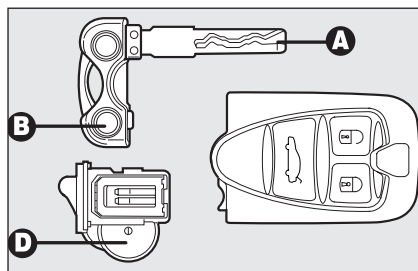

fig. 8
Per sostituire la pila **fig. 8** procedere come segue:
- ☐ sfilare la pila **D-fig. 8** dal cassetto memorizzando la posizione delle polarità (nella posizione raffigurata il polo positivo deve essere rivolto verso il basso);